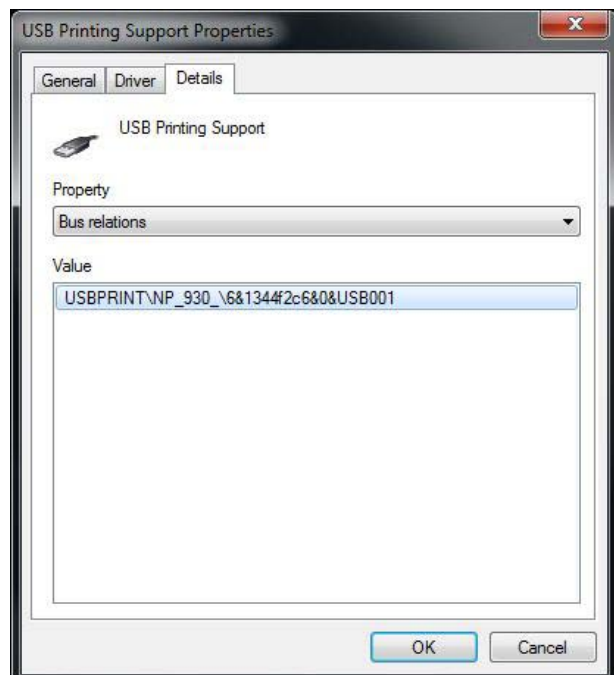

Abbildung 82: Geräteeigenschaften - Details
- In dem Eintrag bei "Wert" wird die Nummer des USB Anschlusses gezeigt. In dem Beispiel in Abbildung 82 ist die Nummer des USB Anschlusses „USB001“.